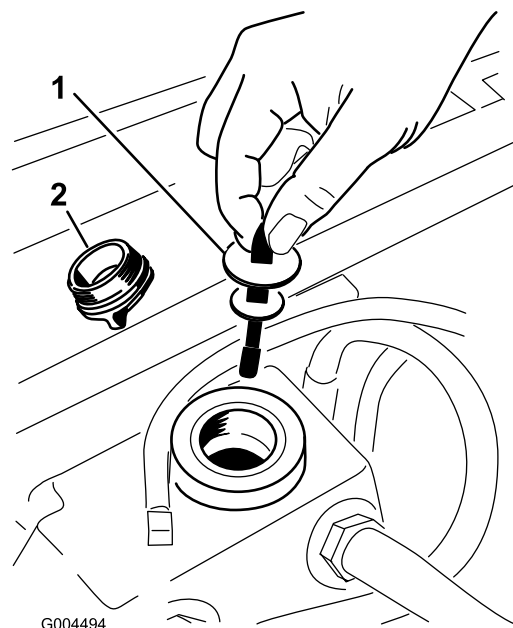

Figura 66
5. Retire o tampão de enchimento hidráulico (Figura 66) do tubo de enchimento.
6. Retire a vareta e limpe-a com um pano limpo (Figura 66).
7. Coloque a vareta no tubo de enchimento, retire-a e verifique o nível de fluido (Figura 66).